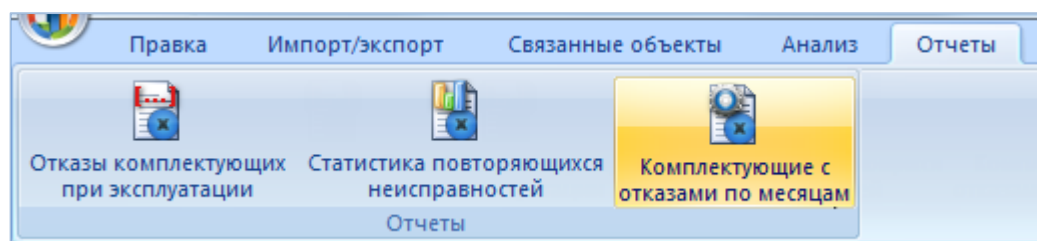

Рис. 26-79 – Вкладка «Отчеты»
2) Открыть вкладку «Отчеты» в рабочем окне «Неисправности» и выбрать наименование отчета «Комплектующие с отказами по месяцам» (рис. 26-79).